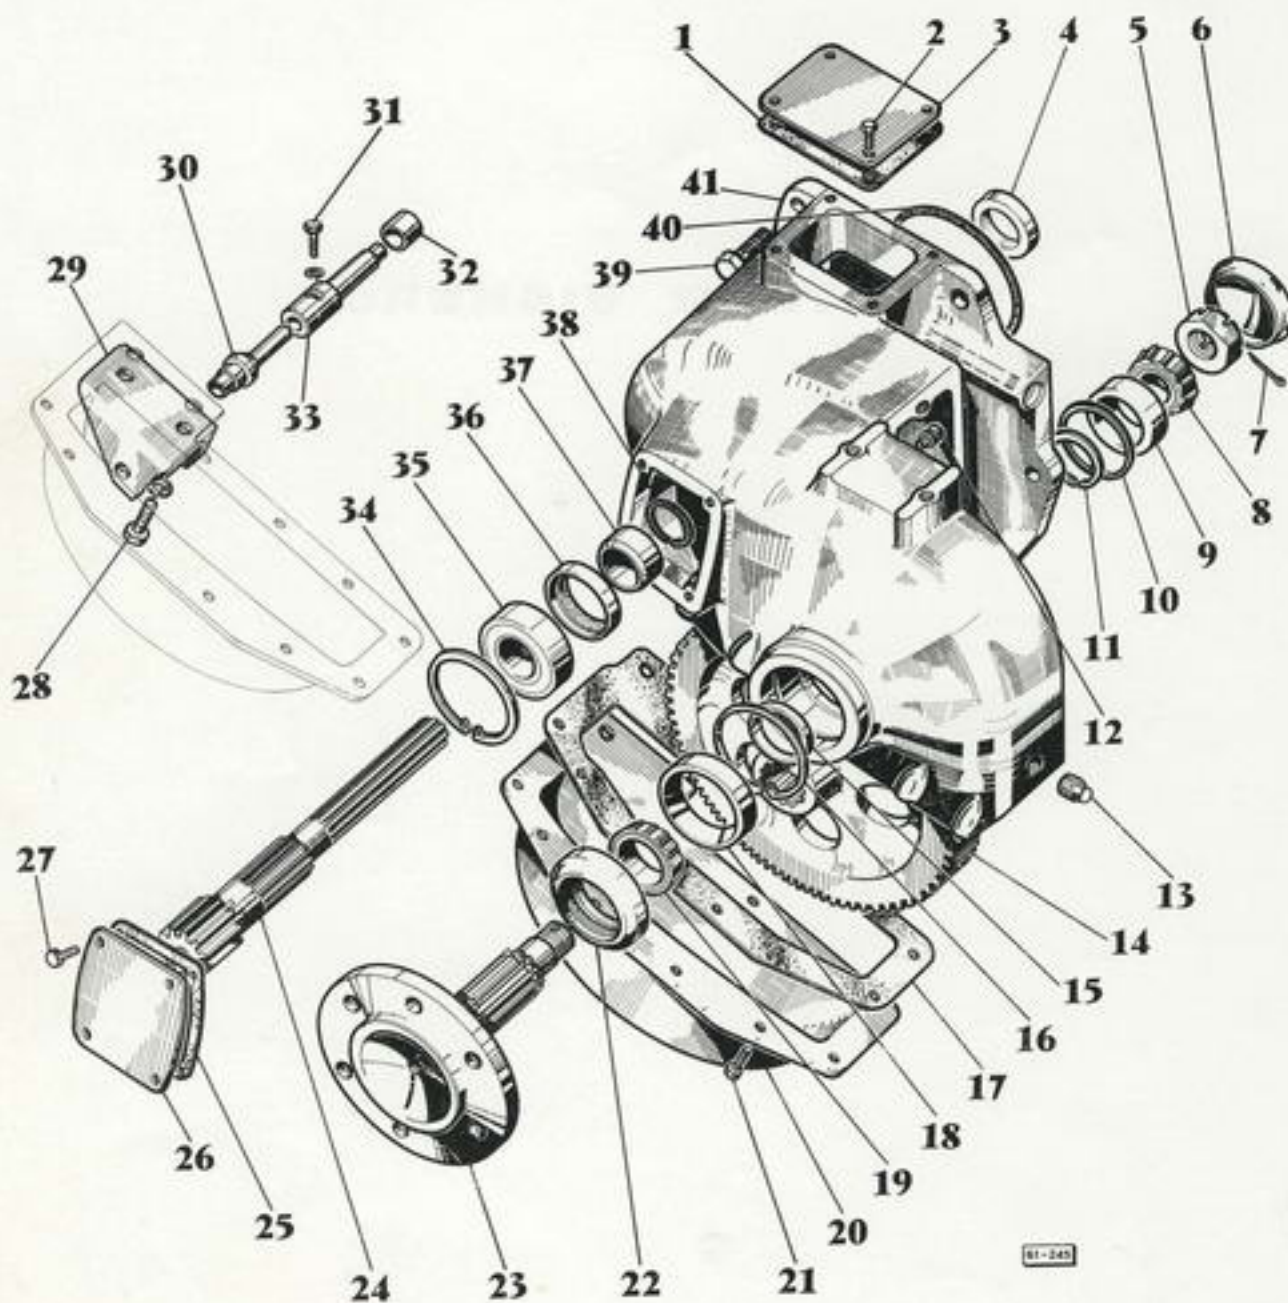
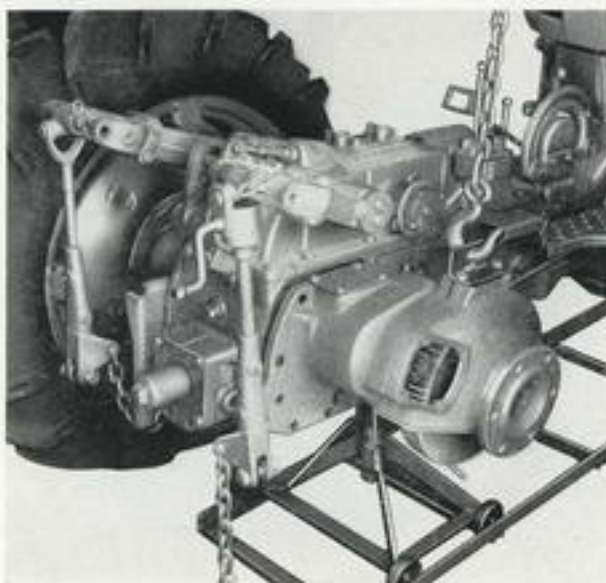
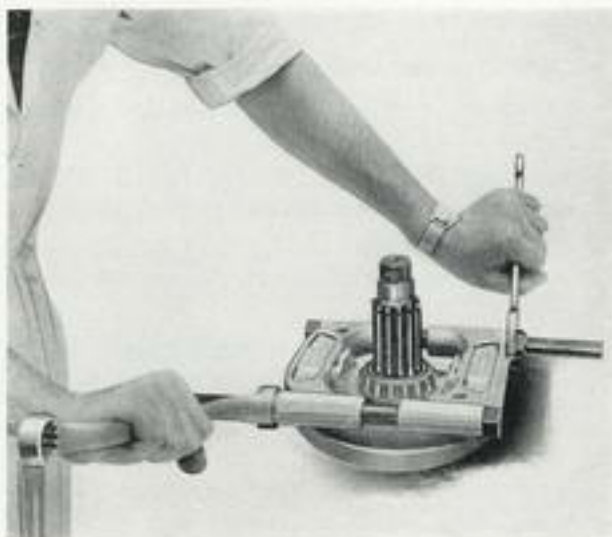

Fig. 10
Fig. 11
Fig. 13
- Vidanger la boîte de vitesses (191.) et le carter de réducteur (démonter le couvercle inférieur en tôle 20, fig. 10).
- Démontez les 7 vis hexagonales de fixation (39 fig. 10). Soulager la trompette à l'aide d'un palan. Enlever les 2 écrous et dégager l'ensemble de la trompette (voir fig. 11).
- Arracher le capuchon d'obturation (6, fig. 10).
- Extraire la goupille (7, fig. 10) de l'écrou de fusée et enlever l'écrou (5, fig. 10).
- Extraire le circlip (11, fig. 10) de retenue de la couronne et le placer en dehors des cannelures.
- Extraire la fusée en utilisant l'étrier MIRO et 2 vis de fixation de la roue (voir fig. 12). Sortir la couronne (14, fig. 10), le circlip et l'entretoise (15, fig. 10).
- Décoller le roulement de fusée (19, fig. 10) en utilisant le décolleur DECOX, et arracher le roulement à la presse (voir fig. 13 et 14) et dégager le joint d'étanchéité.
- Extraire le circlip (34, fig. 10) du roulement de l'arbre d'essieu.
- Sortir l'arbre (24, fig. 10) et le roulement par l'orifice extérieur en poussant de l'intérieur. Dégager la poulie à gorge du frein.
- Extraire le circlip (38, fig. 10) de retenue de la bague (37, fig. 10).
Sortir la cuvette (9, fig. 10) en utilisant les outils service : Rondelle MIRA - Etrier MIDU - Vis-écrou MIDU (voir fig.15).
Sortir la cuvette (18, fig. 10), en utilisant les outils service : Rondelle MICU - Etrier MIDU - Vis-écrou MIDU (voir fig. 16).
- Joint intérieur de l'arbre d'essieu (4, fig. 10).
- Joint extérieur de l'arbre d'essieu (36, fig. 10).
- Monter le roulement à billes (35, fig. 10) et l'entretoise (37, fig. 10) à la presse à l'aide du manchon MIRI et du manche MIGA (voir fig. 21). Placer le circlip (38, fig. 10). (Si l'état du roulement au démontage a nécessité son remplacement.)
- Placer sur les cannelures le fourreau MICI, mettre la poulie de frein dans son alvéole et monter l'arbre (24, fig. 10). Placer le circlip (34, fig. 10) de retenue du roulement à billes.